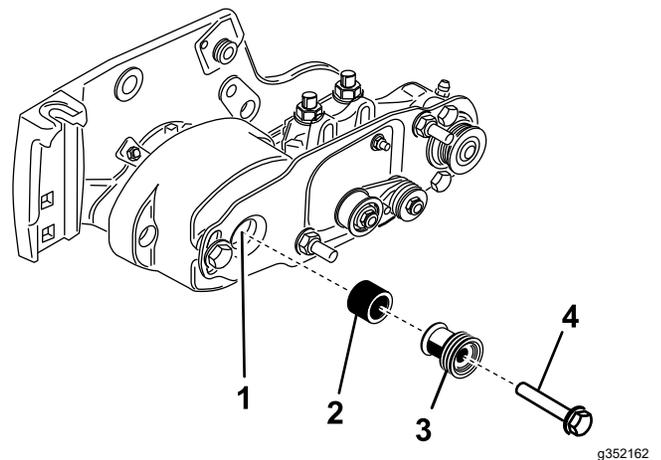

Bild 15
- Setzen Sie das Distanzstück auf die Welle im Lagergehäuse (Bild 15).
- Setzen Sie die Antriebsscheibe in das Distanzstück und auf die Antriebswelle (Bild 15). Stellen Sie sicher, dass die Riemenscheibennasen im Schlitz in der Antriebswelle sitzen.
- Befestigen Sie die Riemenscheibe und das Distanzstück mit einer Bundkopfschraube (3/8 x 2") an der Antriebswelle (Bild 15). Ziehen Sie die Schraube mit 47-54 N·m an.